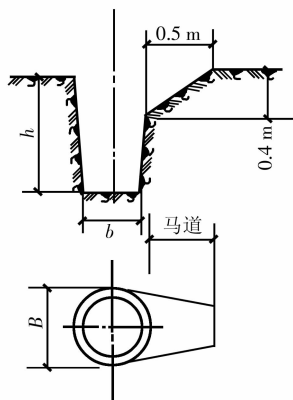
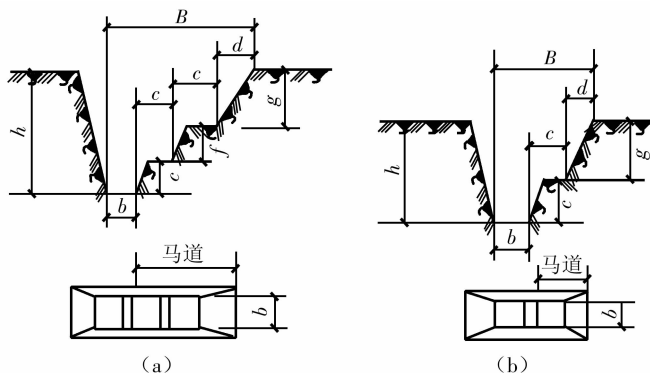

图 2-1 圆杆坑
图 2-2 梯形坑
架空电杆的基坑主要有两种形式,即圆杆坑和梯形坑,如图 2-1、图 2-2 所示。其中,梯形坑又可分为三阶杆坑和二阶杆坑。
(1) 三阶杆坑的截面形式如图 2-2(a) 所示，其具体尺寸应符合下列规定：
(2) 二阶杆坑的截面形式如图 2-2(b) 所示，其具体尺寸应满足下